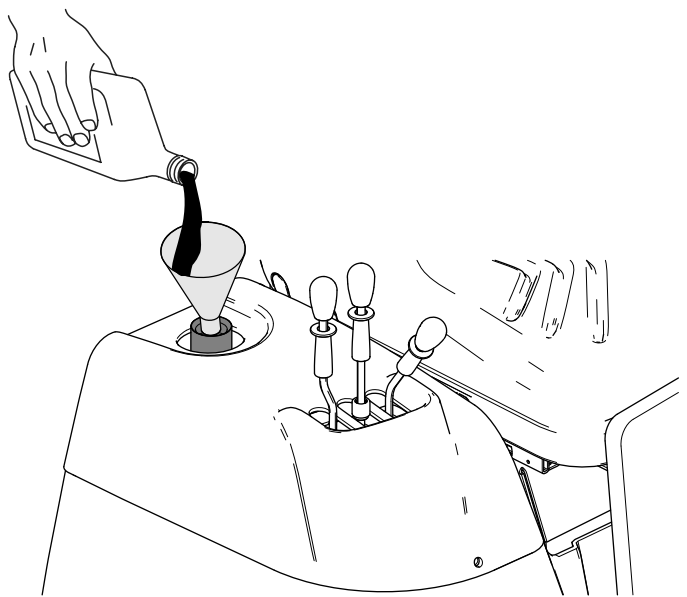

図 100
7. ディップスティックの最低マークより低い場合は、所定の油圧オイルを補給口 図 100 から補給する。2 本のマークが示す規定範囲の中間までオイルを入れる。